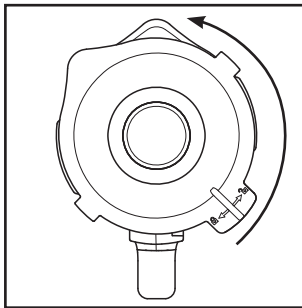
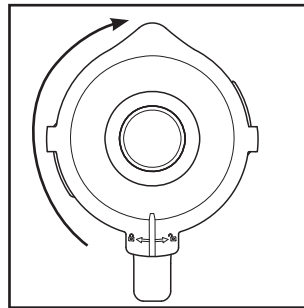

Fig.1
Fig.2
- 1) Levante o copo misturador ③ a direito, retirando-o do bloco do motor ⑥.
- 2) Remova a tampa ②, rodando-a para a esquerda na direção da posição  (ver fig. 1), até a conseguir puxar para cima.
- 3) Encha o copo misturador ③. Nunca ultrapasse a marcação MAX.
- 4) Volte a colocar a tampa ② desalinhada no copo misturador ③ e pressione-a firmemente. Feche a tampa ②, rodando-a no sentido dos ponteiros do relógio, para a posição , até ela encaixar de forma audível (ver fig. 2). Verifique se o bico de esvaziamento no copo misturador ③ está fechado. O motor só pode arrancar quando a tampa ② estiver corretamente alinhada.